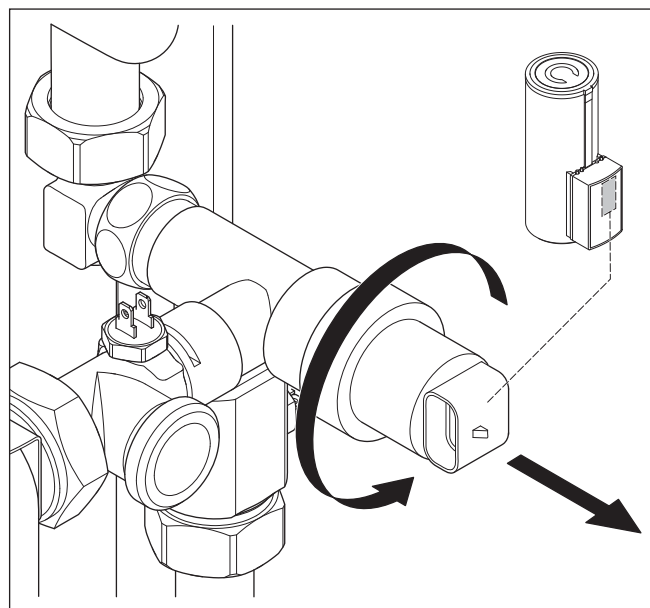

Fig. 8.1 Miscelatore
- Svitare il motore incrementale del miscelatore, come in Fig. 8.1.